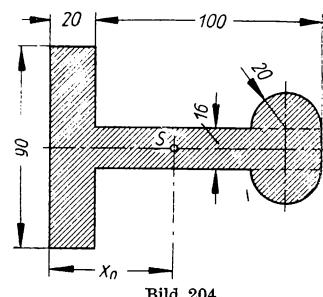

Bild 204
- 330.** Die Schwerpunktslage x_0 des Schienenquerschnitts (Bild 204) soll zeichnerisch und rechnerisch ermittelt werden.